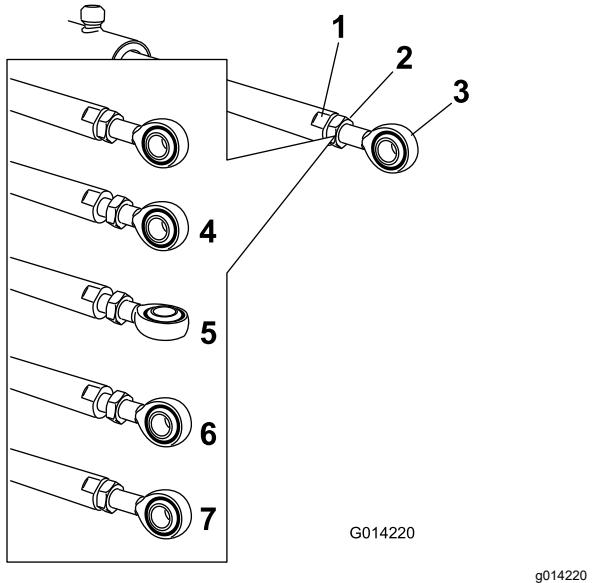

Рисунок 119
- Удерживая привод неподвижно с помощью ключа, накинутого на плоские грани штока привода, ослабьте контргайку (Рисунок 119).
- Поверните конец штока привода, чтобы увеличить или уменьшить длину выдвинутого привода, тем самым установив его в нужное положение (Рисунок 119).